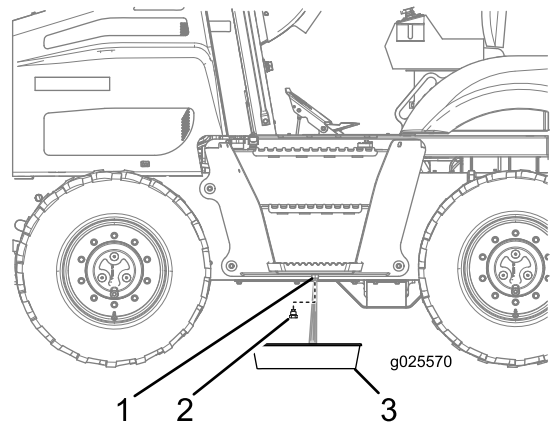

Рисунок 76
3. Отверните сливную пробку топливного бака и слейте воду (Рисунок 76).
4. Когда начнет выходить чистое топливо, установите сливную пробку и надежно затяните ее (Рисунок 76).